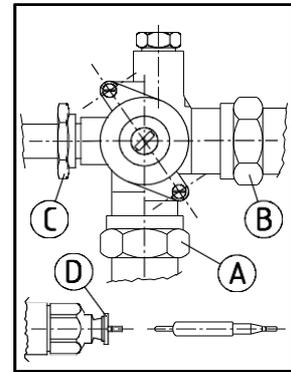

Fig. 11
3.2.- SUSTITUCION DE LAS VALVULAS DE GAS DEL QUEMADOR (Fig. 11)
- a) Soltar las tuercas de unión de la válvula a la conducción general (A) y conducto quemador (B).
- b) Soltar las tuercas de unión de la válvula al tubo del quemador de encendido (C) y al termopar (D).
3.3.- SUSTITUCION DE TERMOPARES. (Fig. 11 y 12)
- b) Soltar la tuerca de unión del termopar a la válvula de gas (D) (Fig. 11).